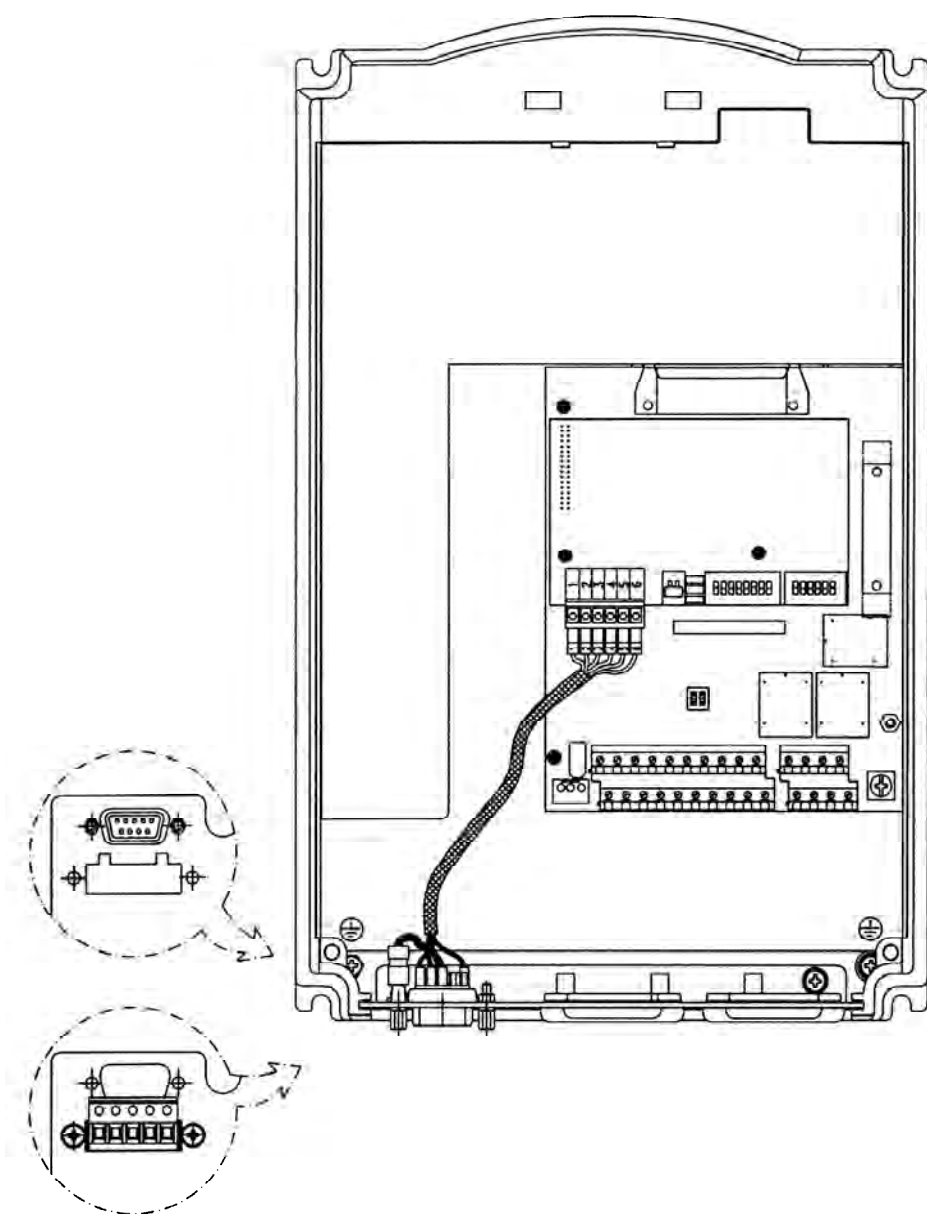

Figura 8.36 - Fijación del conector del Fieldbus
- Fijar el conector del Fieldbus al gabinete del convertidor utilizando el cable de 150mm (consultar la figura 8.36).